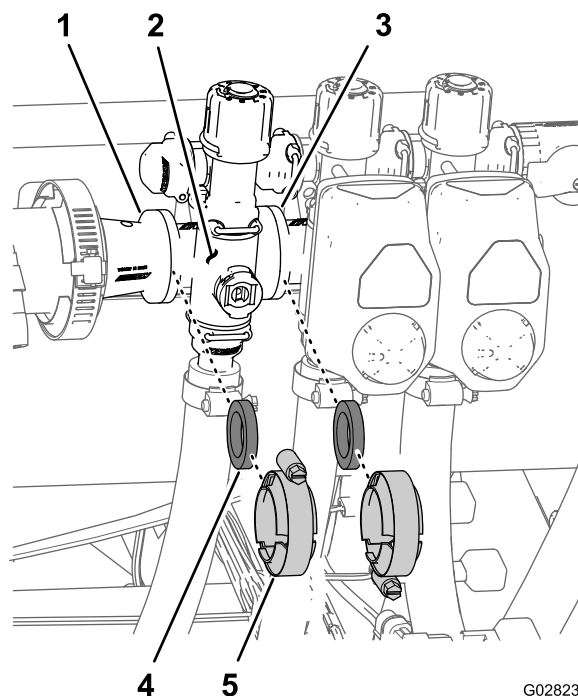

Figura 136
1. Retire as braçadeiras e as juntas que fixam o coletor da válvula de secção (Figura 136) à válvula de secção adjacente (se válvula de secção esquerda e acoplador de redução).